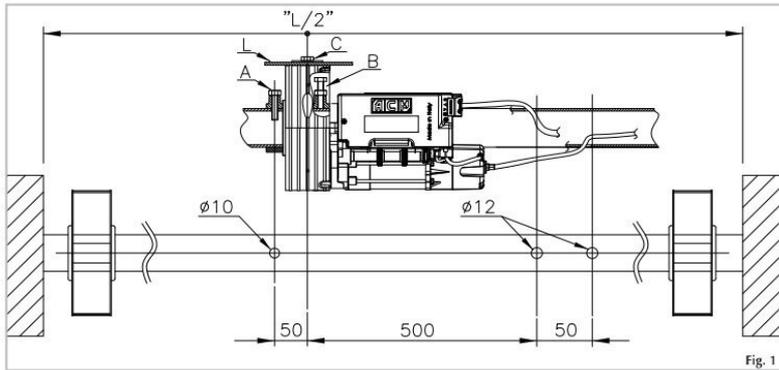
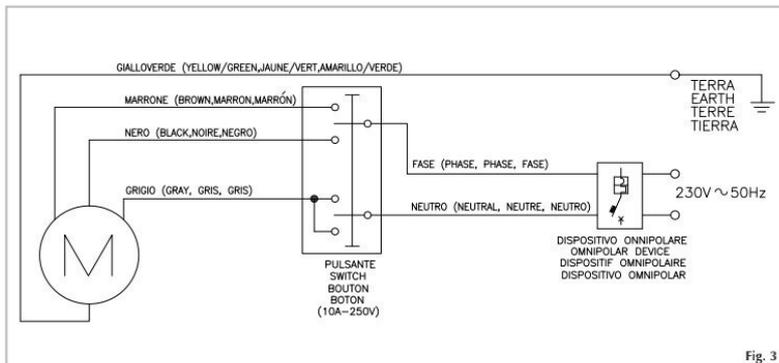
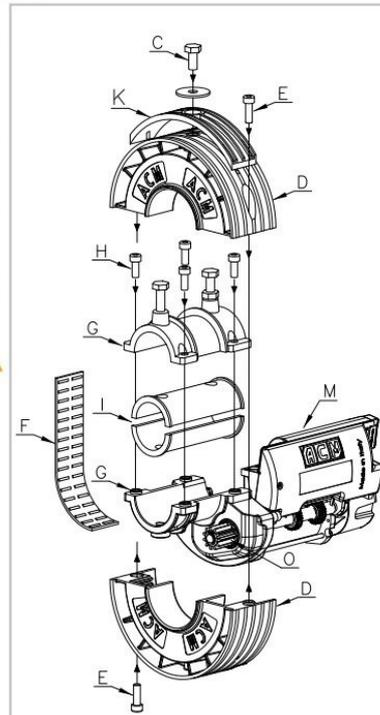

Fig. 1
Fig. 3
Fig. 2
- 2) Effectuer sur l'arbre du rideau les trois crevaisons comme indiqué en fig. 1.
- 3) Déplacer la vis M10 (C) de la couronne du motoréducteur.
- 4) Démontez la couronne (D) en dévissant les deux vis M8 (E) comme indiqué en fig. 2.
- 5) Enlever délicatement la bande en plastique avec roulements (F), en faisant très attention à éviter les pliages qui causeraient l'écoulement des roulements.
- 6) Séparer les deux éléments du motoréducteur en dévissant les quatre vis M8 (H).
- 7) Dans le cas où l'arbre du rideau est inférieur à 60mm tirer profit des appropriés manchons de réduction Ø33 / Ø42 / Ø48 (I) en leur donnant une position en rapport au trou d'un diamètre de 10mm effectué auparavant (Fig. 1).
- 8) Accoupler sur le tube du rideau le corps inférieur avec le corps supérieur par les quatre vis M8 (H) enlevées précédemment.
- 9) Visser la vis M10 (A) privée de l'écrou hexagonal et la faire pénétrer à l'intérieur de la fibre du rideau dans le trou de 10mm (Fig. 1).
- 10) Visser la vis M10 avec l'écrou (B) de manière à bloquer le motoréducteur sur l'arbre et serrer le susdit écrou.
- 11) Appliquer dans la plate appropriée la bande in plastic avec roulements (F).
- 12) Appliquer les demi couronnes (D) avec les deux vis M8. En présence de boîtes à ressorts diamètre 220 mm il est nécessaire de monter les adaptateur (K) (voir figure 2).
- 13) Effectuer un trou de 12mm dans le dernier élément du rideau (L), en correspondance du trou passementé M10 déjà existant dans la couronne du moteur.
- 14) Fixer le dernier élément du rideau sur le moteur avec la vise M10 (C) et la rondelle (Fig. 1).
- 15) Faire les connexions électriques comme indiqué en fig. 3 en passant le câble 4x1 mm donné en dotation à l'intérieur de arbre du rideau tout en évitant tout contact avec les parties tournantes (Fig. 1). En présence de moteur avec de l'électrofrein, introduire la gaine du frein à l'intérieur du second trou Ø12.
- 21) Dans le cas d'une installation contraire par rapport à la Fig. 1, agir de manière inverse à ce qui a été décrit vu que le micro interrupteur 2 arrêtera la descente tandis que le micro interrupteur 1 arrêtera la montée.